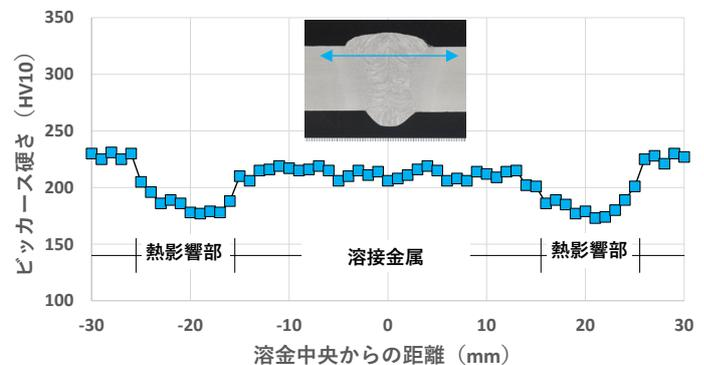

図2 ビッカース硬さ試験例
- 作製した継手でご要望に応じて各種試験を行います(例:写真2および図2)。